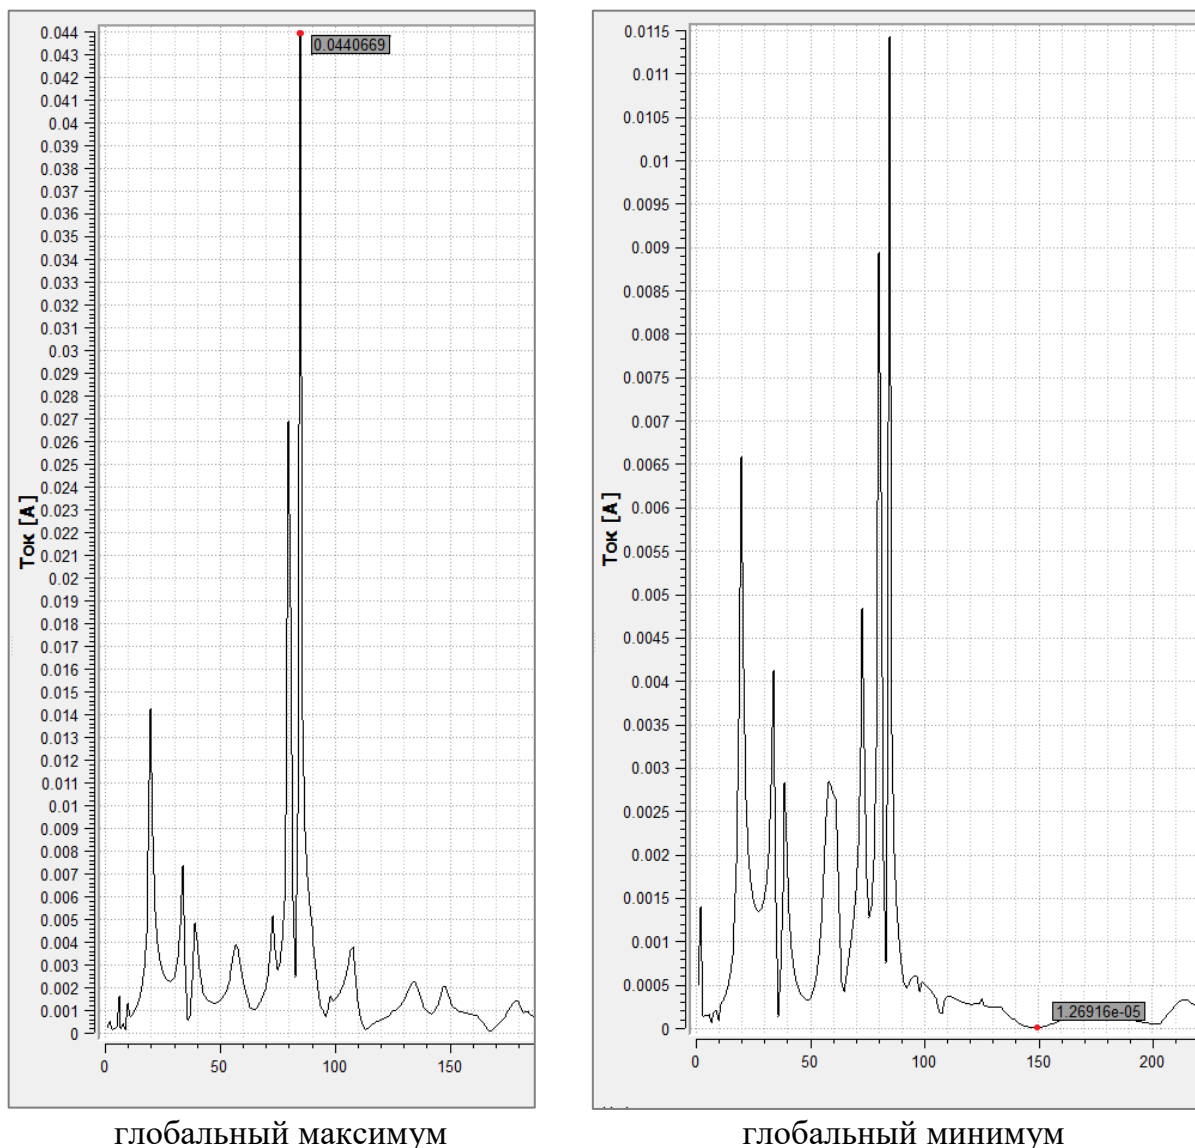

Рис. 233
18.12.6. Примеры вывода глобальных максимума и минимума показаны на рис. 233.